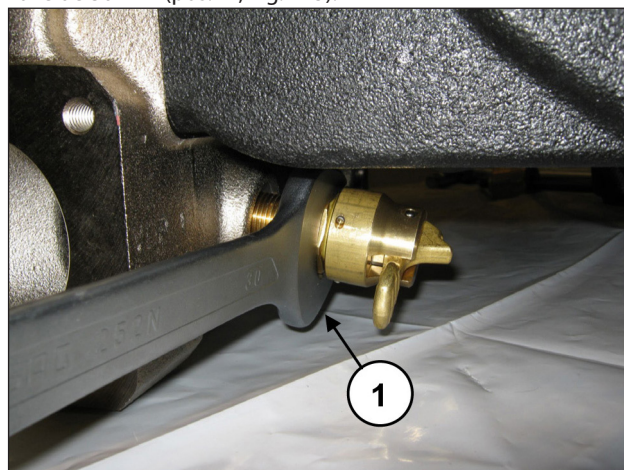

Fig. 145
Desenroscar el dispositivo de apertura de las válvulas con una llave de 30 mm (pos. ①, Fig. 145).